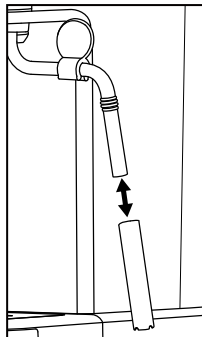

Abb. 3
- 5) Ziehen Sie die Hülle der Milchaufschäumdüse **10** ab (siehe Abbildung 3) und reinigen Sie diese sorgfältig im warmen Wasser.
- 7) Schieben Sie die Hülle wieder auf die Milchaufschäumdüse ⑩ (siehe Abbildung 3).